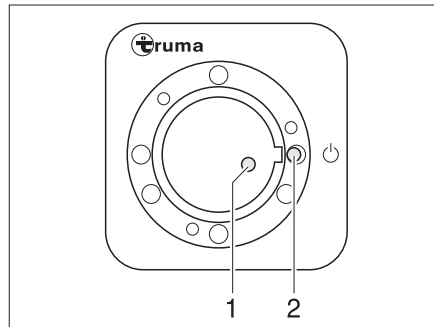
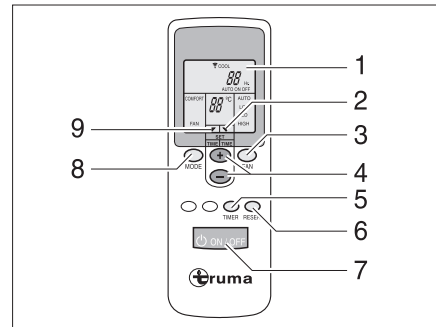

Fig. 200 Récepteur
Fig. 201 Télécommande
La télécommande (Fig. 201) et le récepteur (Fig. 200) pour la climatisation se trouvent dans le coin cuisine.
- Mettre en marche la télécommande à l'aide de l'interrupteur (Fig. 201,7). Le voyant de contrôle vert (Fig. 200,1) indique le mode de refroidissement.
- Régler le mode de fonctionnement souhaité à l'aide de la touche (Fig. 201,8).
- Régler si nécessaire la puissance de ventilation et la température de la pièce souhaitées à l'aide des touches (Fig. 201,3 et 4). La flèche (Fig. 201,9) indique le mode de réglage sélectionné.
- ▷ Sur le récepteur se trouve un interrupteur supplémentaire (Fig. 200,2) permettant de mettre en marche ou d'arrêter la climatisation sans télécommande. Lorsque la climatisation est mise en marche à l'aide de cet interrupteur, le mode de fonctionnement réglé sur la télécommande lors de la dernière utilisation est sélectionné automatiquement.
Mise hors service : ■ Pour éteindre la climatisation, appuyer à nouveau sur la touche (Fig. 201,7) de la télécommande.
- Pour effectuer la programmation, allumer la climatisation à l'aide de la touche (Fig. 201,7) de la télécommande.
- Régler le mode de fonctionnement et la température de la pièce souhaités à l'aide des touches (Fig. 201,8, 3 et 4).
- Sélectionner à l'aide de la touche (Fig. 201,5) la fonction souhaitée (Fig. 201,1) :
- Sélectionner le temps de retard souhaité (de 1 à 15 heures) à l'aide des touches (Fig. 201,4). La flèche (Fig. 201,2) clignote et indique le mode de réglage.
- ▷ En appuyant sur la touche (Fig. 201,6), les réglages de la télécommande sont à nouveau envoyés au récepteur.